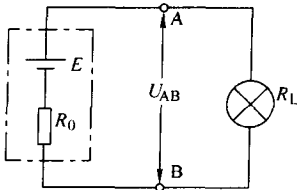

图 1-4 电池给灯泡供电的电路
1. 恒压源 用电池给灯泡供电的电路可用图 1-4 来表示。前面介绍过 $E = U_{AB} + IR_0$ ，如果电源内阻 $R_0 = 0$ ，则 $U_{AB} = E$ 。电源电动势通常是恒定值，则电源端电压就是某一恒定值。因为电源内阻 R_0 不可能为零，所以称它为理想恒压源。引入理想恒压源的概念，对分析电路是很有用的。当电源内阻 R_0 远小于负载电阻 R_L 时，电路负载电流变化很小，电源端电压基本保持不变，这时电源就可以看成是一个恒压源。
2. 恒流源 从图 1-4 所示电路, 可得 $E = U_{AB} + R_0 I$ 。公式变形后可得